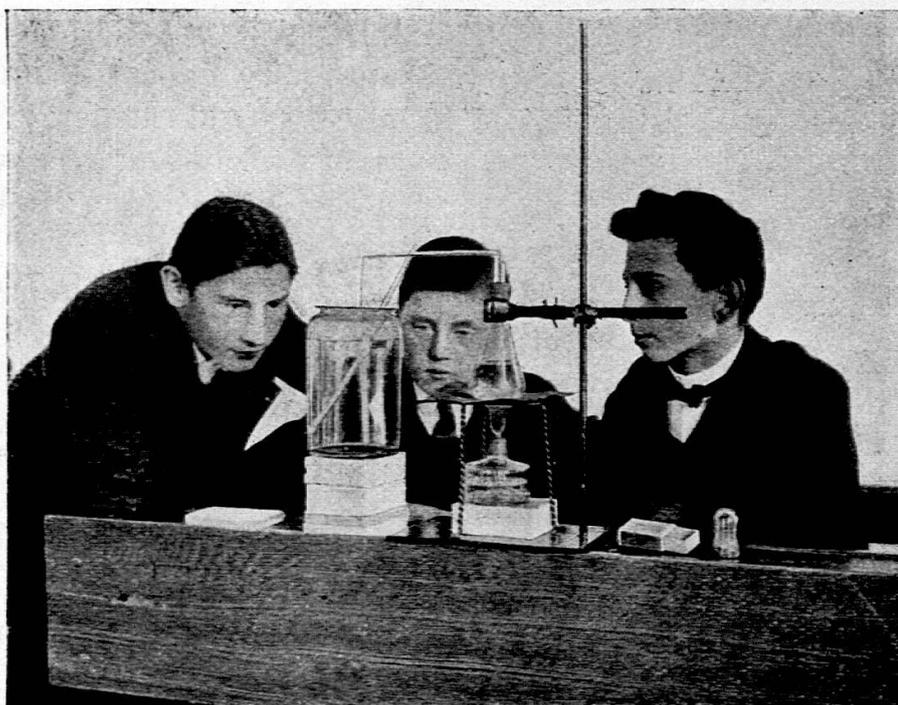

Fig. 14.
**AUSFÜHRUNG.** (Siehe Fig. 14.) Verseht den Glaskolben etwa zur Hälfte mit Wasser, wägt ihn und notiert das Gewicht. Hängt die Wage auf die Seite. Befestigt in der Muffe die Klammer und in dieser den Kolben. Die eine Bohrung des Kautschukpfropfs ist durch ein Glasstäbchen verschlossen; steckt durch die andere Bohrung den kürzeren Schenkel der U-förmigen Glasröhre und setzt den Pfropf auf den Kolben. Den längeren Schenkel der Glasröhre lasst ihr in das Einmachglas bis fast auf den Boden tauchen. Das Einmachglas enthält  $1500\text{ cm}^3$  Wasser. Stellt das Thermometer in das Einmachglas und bestimmt die Temperatur des Kühlwassers. Stellt zwischen Kühlwassergefäss und Kolben einen Karton zum Abhalten der Wärme.